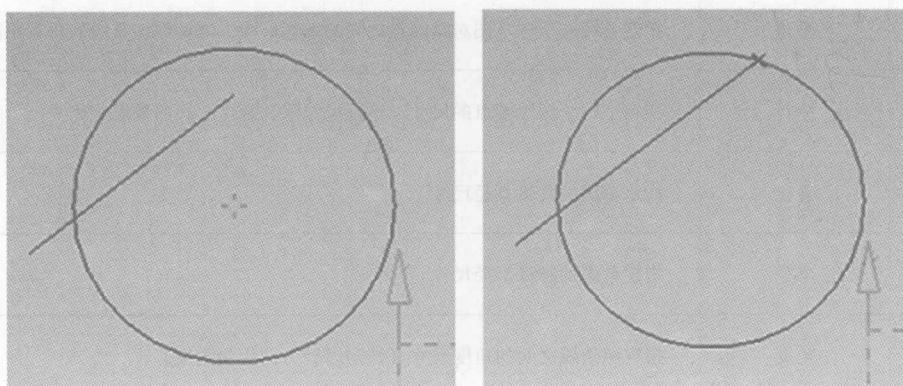

图 2-8 快速延伸
⑥ 快速延伸。此命令能够延伸一条曲线至其邻近的另一条曲线，如图 2-8 所示。也